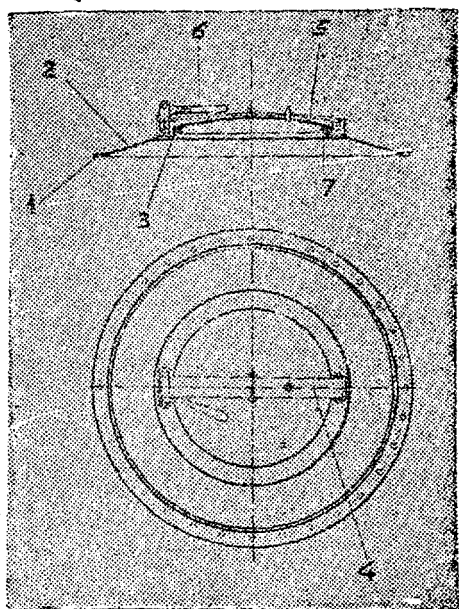

Рис. 15. Крышка газогенератора в сборе: 1—фланец; 2—конус; 3—горловина загрузочного люка; 4—ressора; 5—крышка загрузочного люка наружная; 6—рычаг; 7—прокладка.
**Крышка газогенератора** (Рис. 15) снабжена фланцем и загрузочным люком диаметром 350 мм. Крышка загрузочного люка изготовлена из двух штампованных и сваренных между собой тарелок, толщиной в 2 мм с отбортованными краями. В кольцевой зазор между бортами тарелок уложено прографитированное асбестовое кольцо, для создания герметичности. Загрузочный люк прижимается рессорной траверсой с помощью запорного эксцентрикового рычага.